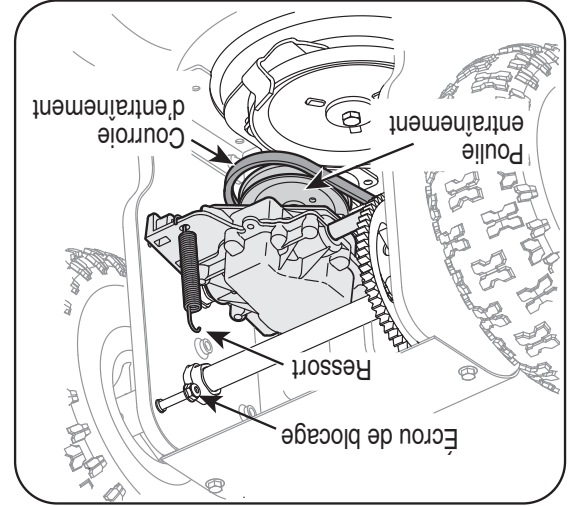

Figure 13
2. Retirez le ressort qui retient la transmission sur un boulon sur le châssis du moteur. Voir la Figure 13.